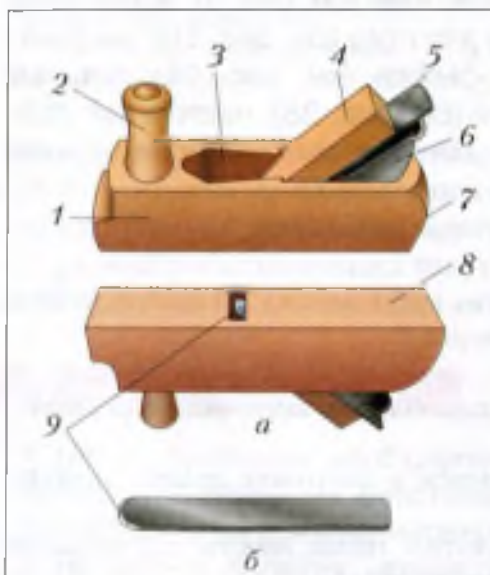

Рис. 32. Шерхебель: а – общий вид;
*Шерхебель* (рис. 32, а) служит для предварительного (чернового) строгания заготовок вдоль и поперёк волокон.
Нож 5 шерхебеля имеет лезвие 9, заточенное полукругом (рис. 32, б).